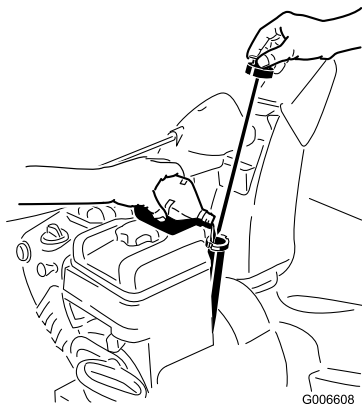

Рисунок 12
1. Выньте щуп для измерения уровня и медленно залейте масло в заправочную горловину так, чтобы уровень масла соответствовал метке Full (Полный) на щупе. **Не допускайте переполнения картера** (Рисунок 12).